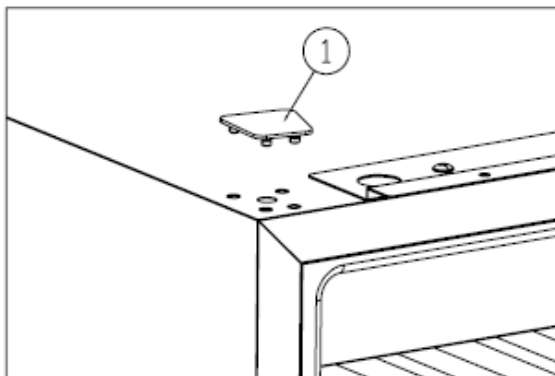

Abbildung 3
- ❖ Entfernen Sie die Lochkappe ①.[Abbildung 3]